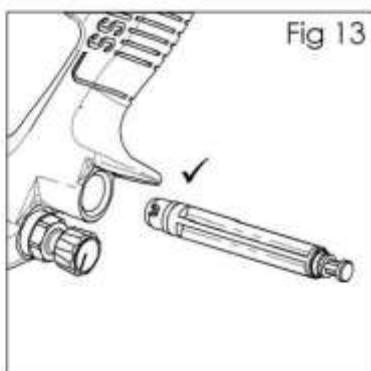

Fig 13
11. Установите новое переднее уплотнение (18) на инструмент для обслуживания (58). Вставьте в корпус краскораспылителя и плотно нажмите для установки уплотнения. (См. рис. 13.)